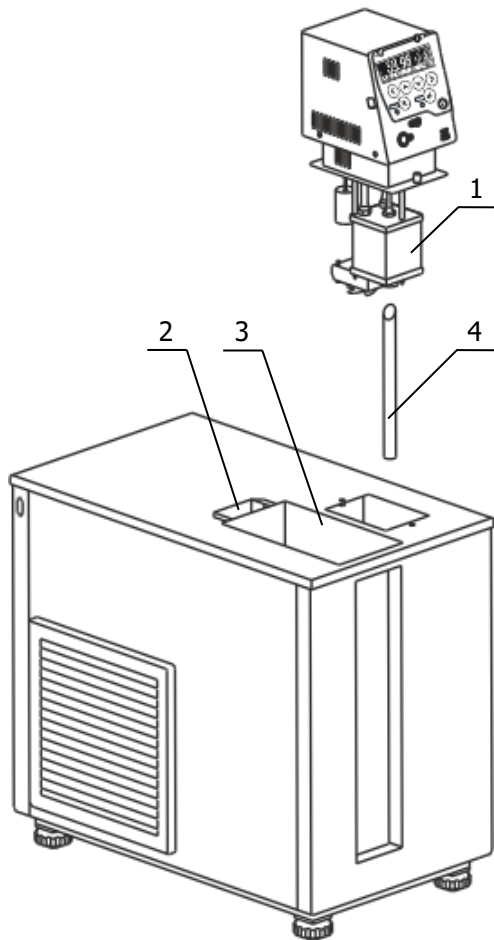
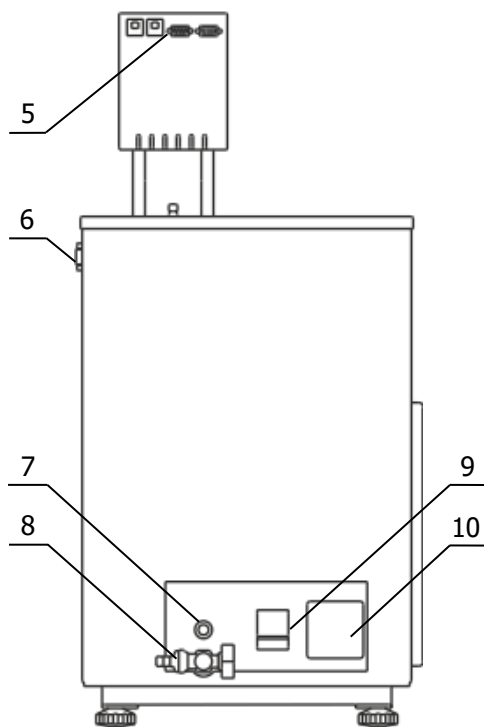

Рисунок 4 — Установка блока регулирования температуры
Рисунок 5 — Задняя панель термостата
2.2.3 Вставить выходную трубку 4 (рисунок 4) в переходное отверстие на дне основной ванны косым срезом вверх, как показано на рисунке 4.
2.2.5 К переливному штуцеру 7 (рисунок 5) присоединить гибкий шланг, второй конец которого опустить в емкость для сбора излишков теплоносителя объемом 1.5–2 литра.
2.2.6 Заполнить ванну термостата теплоносителем через отверстие над рабочей ванной 3 (рисунок 4) до момента начала слива теплоносителя из переливного штуцера 7 (рисунок 5). Температурный диапазон применения теплоносителя должен соответствовать значениям, указанным в 1.2.6.
2.2.8 Вставить вилку сетевого кабеля блока регулирования в розетку 10 (рисунок 5). Соединить кабелем из комплекта поставки блок регулирования (разъем 5) и холодильную машину (разъем 6). Сетевой кабель термостата подключить к питающей сети. Для этого в лабораторном помещении должна быть установлена электрическая розетка из комплекта поставки термостата.
2.2.10 При первом запуске термостата необходимо включить блок регулирования в режиме прокачки в соответствии с документом ТКЛШ 3.222.009-03 РЭ «Блоки регулирования температуры погружные циркуляционные М03, М03М серии МАСТЕР». При работе циркуляционного насоса уровень теплоносителя в рабочей ванне поднимается, и теплоноситель начинает равномерно переливаться в основную ванну. При этом уровень теплоносителя в основной ванне падает, что может привести к срабатыванию защиты от недостаточного уровня теплоносителя. Доливать теплоноситель следует до момента начала слива из переливного штуцера 7 (рисунок 5).
Причина отсутствия перелива — неправильная работа насоса, вызванная воздушной пробкой, образовавшейся в резервуаре 1 (рисунок 4). Для ее устранения необходимо:
2.2.11 Для обеспечения видимости шкалы погруженных в цилиндры ареометров вставить светильник из комплекта поставки в отверстие 2 (рисунок 4).
2.4.2 Надеть сливной шланг из комплекта поставки на сливной кран 8 (рисунок 5) и закрепить его хомутом. Свободный конец шланга опустить в емкость для сбора теплоносителя объемом, превышающим объем термостата.